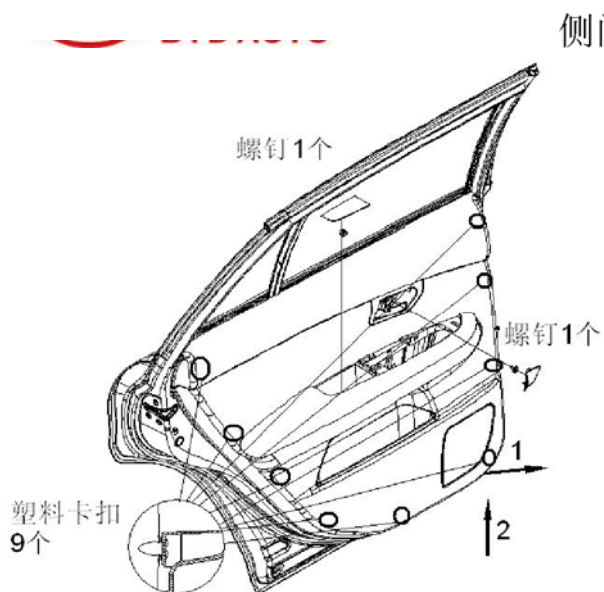

图 2-3 后门护板本体拆卸示意图
c、使用缠有保护胶带的平头螺丝刀沿前门面板的边缘（方向 2）插入，用力沿图 2-3 示 1 方向把 9 个卡扣剥离钣金，先拆①、②两个卡扣，再往两侧依次拆卸；